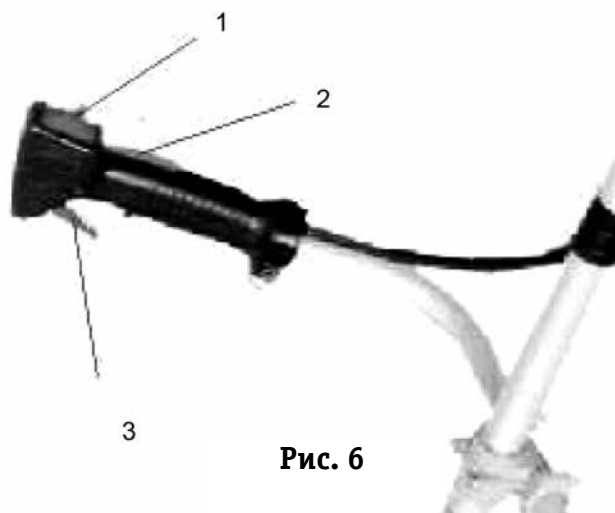

Рис. 6
8. Удерживая рычаг газа нажатым, прогрейте двигатель в течение 5-10 секунд (**Рис. 6**).